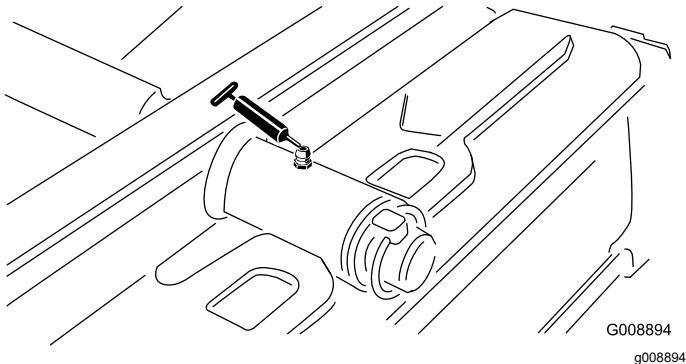

Figura 33
- Pivot unitate de tăiere spate (Figura 33)